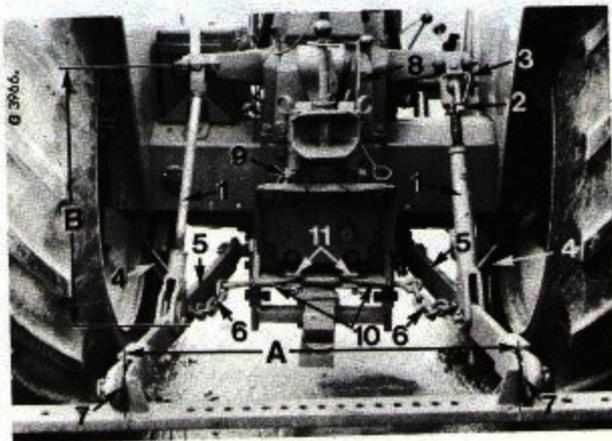

Fig. 32
- "1" Dispositif Catégories I et II, Fig. 32
Le dispositif "1" d'attelage 3-points représenté sur la Fig. 32 permet l'emploi des instruments de culture des Catégories I et II. La transformation s'opère en échangeant les bagues des rotules des barres de traction et en modifiant les points d'attache d'extrémité avant des chafnes de sécurité. Les trous situés à l'intérieur servent pour des instruments de la Catégorie I, alors que les trous extérieurs s'utilisent avec des instruments de la Catégorie II.
- Lorsque le tracteur comporte un dispositif "1", Fig. 32. Réglez la longueur des deux tringles de relevage à la dimension "B". Placez la borne d'attelage dans les bras inférieurs, en veillant à ce que les chiffres de la Fig. 32 soient respectés. Relevez complètement la chape d'attelage et réglez la longueur des chafnes de sécurité sur les biellettes (10) de manière à ce que les chafnes soient suffisamment tendues. Placez les stabilisateurs latéraux (4).